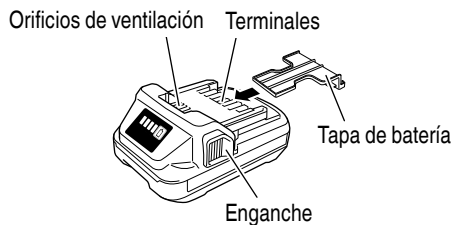

Fig. 4
- Instale el paquete de baterías en la herramienta eléctrica o almacénelo presionando la tapa de baterías hasta que se oculten los orificios de ventilación para evitar cortocircuitos. (Ver Fig. 4)